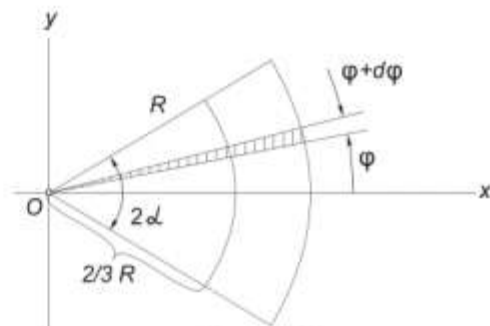

Рис. 1.16
3. Центр тяжести площади кругового сектора. Рассмотрим круговой сектор радиуса R с центральным углом 2α (рис. 1.16). Центр тяжести площади кругового сектора лежит на его центральной оси симметрии на расстоянии от начального центра O , равном